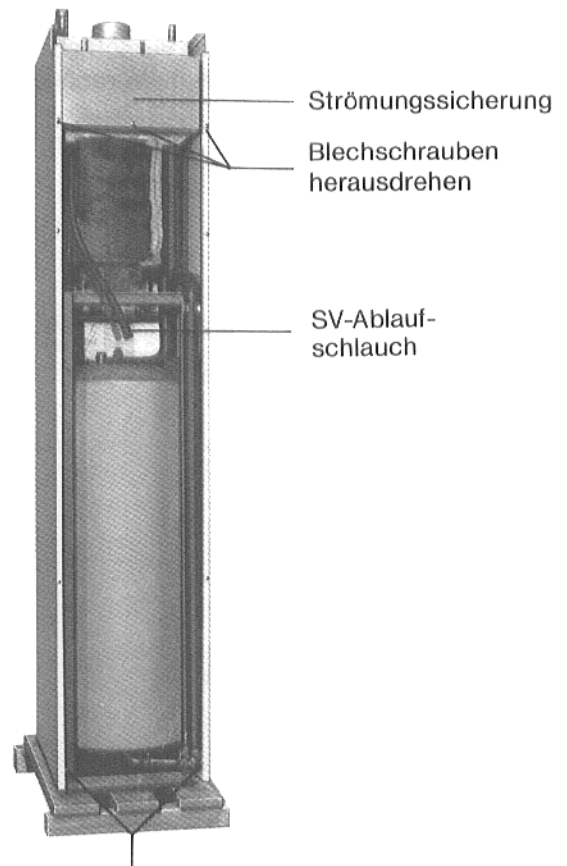

Abb. 7
- Kesselrückwand unten einhängen, oben mit Blechschrauben, welche in den Seitenwänden und der Strömungssicherung eingeschraubt sind, befestigen (siehe Abb. 7 u. 8).